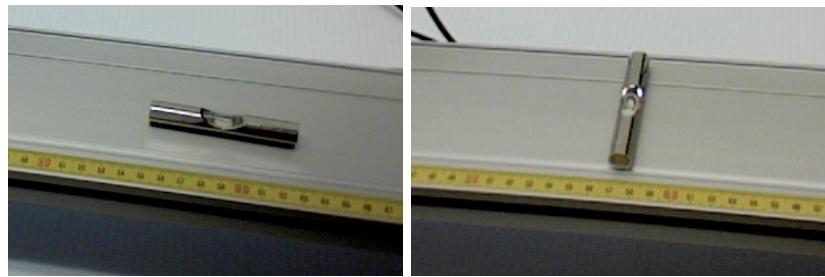

Figure 3. Nivelage de la voie.
- Placez la voie au niveau en ajustant les vis de soutien situées sous la voie (voir Figure 1) de sorte que le chariot demeure pratiquement immobile lorsqu'on le lâche et qu'aucune masse ne lui est attachée. Pour que le chariot ait une énergie potentielle gravitationnelle constante et aucun frottement, vérifiez le niveau dans les deux sens montrés à la Figure 3.